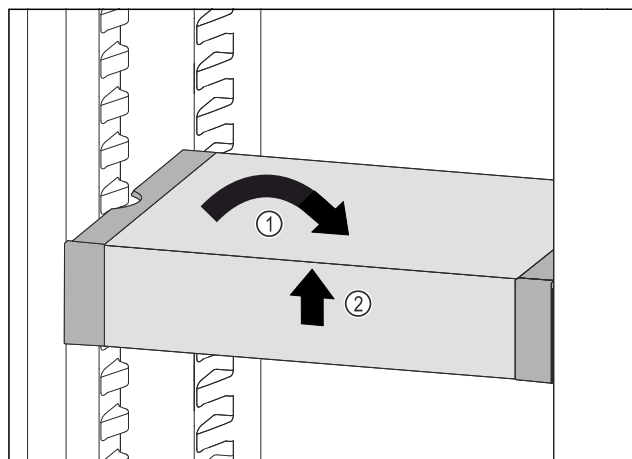

Fig. 156
- Collocare VarioSafe in maniera dritta. Fig. 156 (1)
- Sollevare VarioSafe dal lato anteriore. Fig. 156 (2)